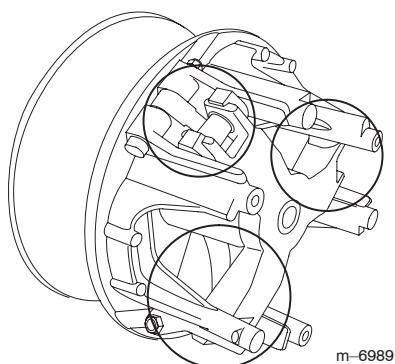

Figure 54
6. Lubrifiez les pièces mobiles aux endroits indiqués par des cercles sur la Figure 54 avec du lubrifiant sec en aérosol, disponible auprès des concessionnaires ou distributeurs Toro agréés.